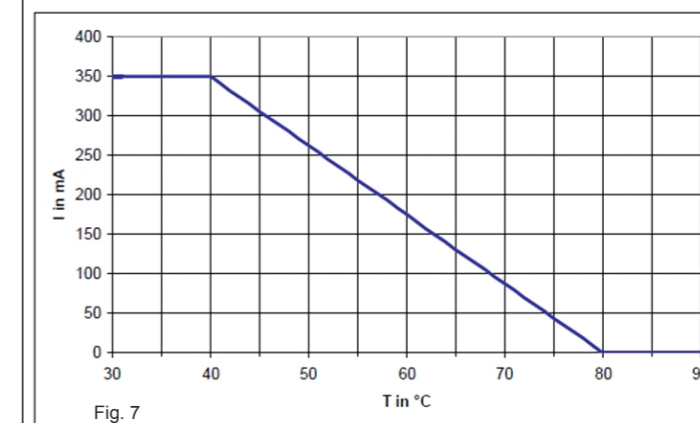

Fig. 7
11. Curva caratteristica: corrente nominale in funzione della temperatura ambiente Ta. (Fig. 7)
11. Characteristic curve: Nominal current depending on the ambient temperature Ta. (Fig. 7)
11. Courbe caractéristique: intensité nominale en fonction de la température ambiante Ta. (Fig. 7)
11. Kennlinie: Nennstrom in Abhängigkeit von der Umgebungstemperatur Ta. (Fig. 7)
11. Curva característica: Corriente nominal en función de la temperatura ambiente Ta. (Fig. 7)